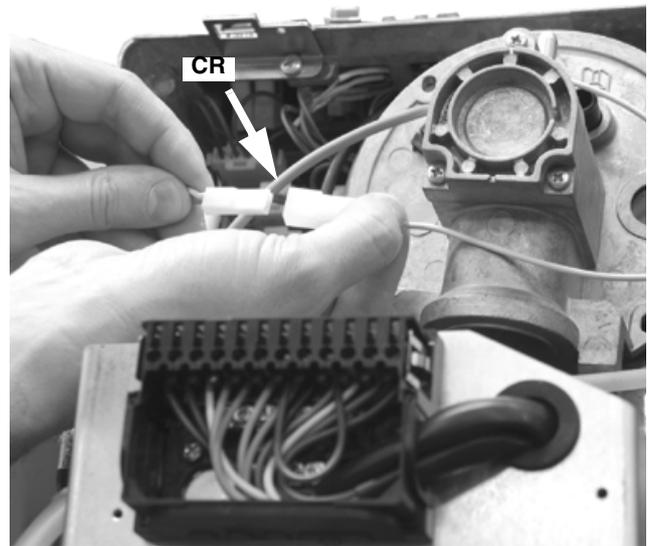

Fig. 56
- 4 Desconectar el colector CR del circuito impreso (Fig. 56).